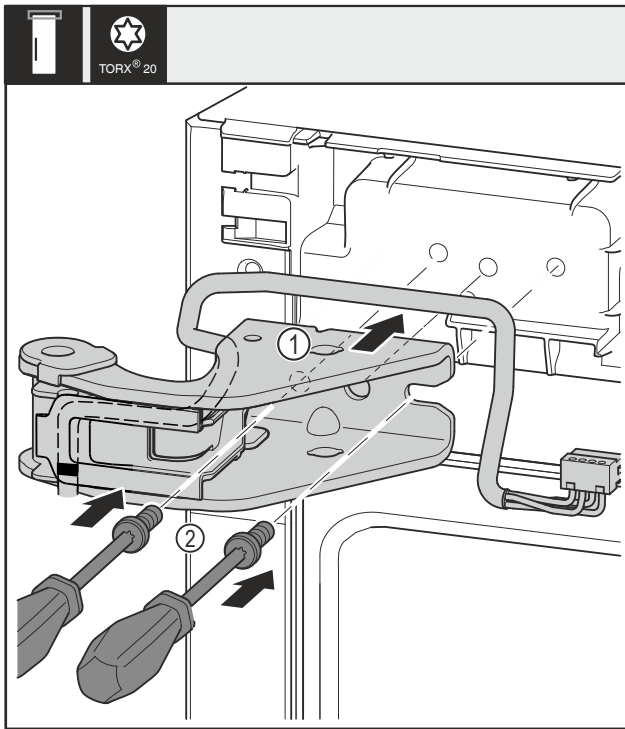

Fig. 32
- ▶ Установите верхний опорный кронштейн Fig. 32 (1).
- ▶ Установите и затяните винты Fig. 32 (2) отверткой.